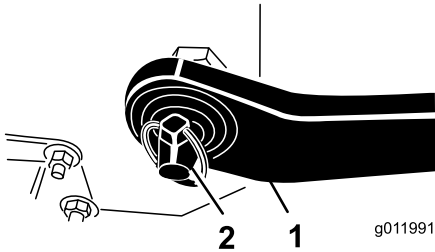

Figura 4
4. Coloque los brazos de enganche inferiores derecho e izquierdo sobre los bulones de enganche (Figura 4).
5. Sujete los brazos de enganche inferiores a los pasadores de enganche con pasadores de seguridad (Figura 4).